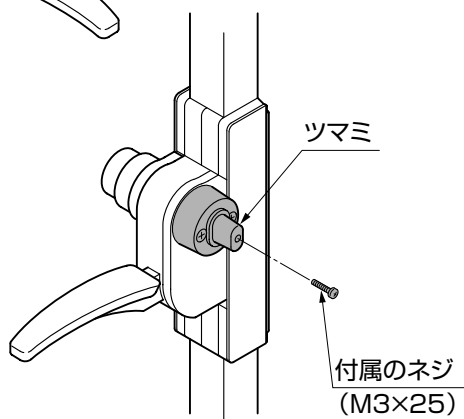

図2-2
- ツマミが不要な場合はツマミの真ん中のネジを外して使用してください。(図2-2参照)